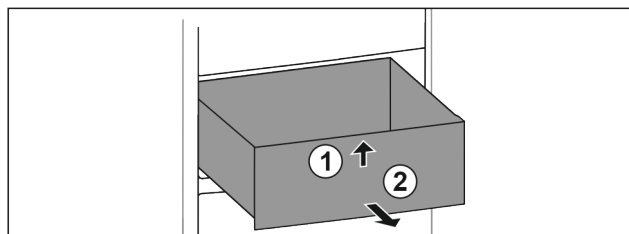

Fig. 90
- Nadvihnite zásuvku vpredu. Fig. 90 (1)
- Odoberte zásuvku dopredu. Fig. 90 (2)